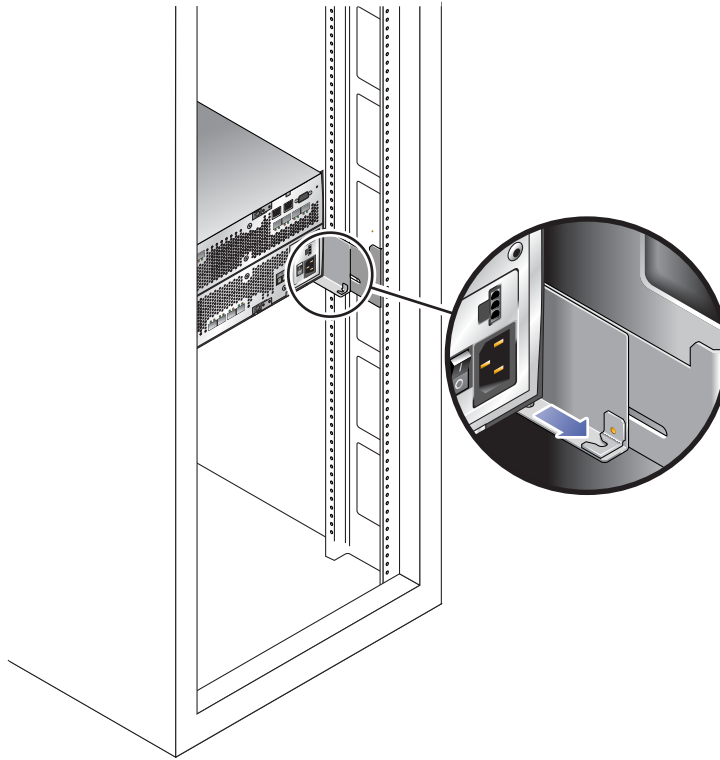

図 2-14 キャビネットレールの背面へのトレイの固定
3. トレイ背面の左右のねじを差し込んで締め付け、キャビネットにトレイを固定します (図 2-14)。